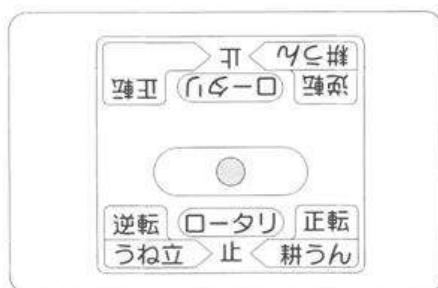

図7
- ③ ロータリーチェンジレバーを【止】位置にします。(図7)